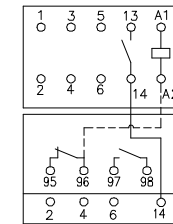
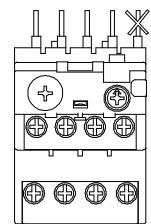

Fig.8
Fig.9
- 1) In Fig.8 è mostrato il collegamento pre-cabato di cui è dotato il relè termico. Se non è richiesto rimuoverlo come mostrato in Fig.9.